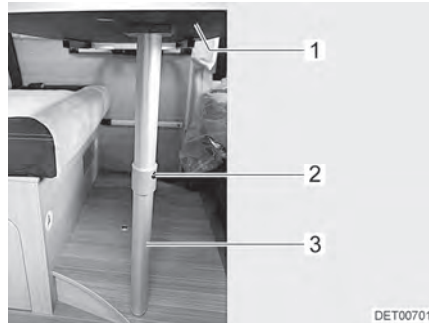

Bild 59 Bettunterbau
- Tischplatte (Bild 59,1) vorn leicht anheben.
- Entriegelungsknopf (Bild 59,2) drücken und den unteren Teil des Gelenkstützfußes (Bild 59,3) um 90° umklappen.